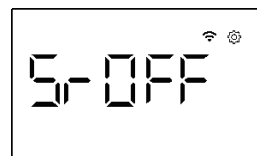

图26
- 4.如需要再次关闭该功能，重复按向下“▼”键直到显示屏显示“Sr OFF”（如图26）；